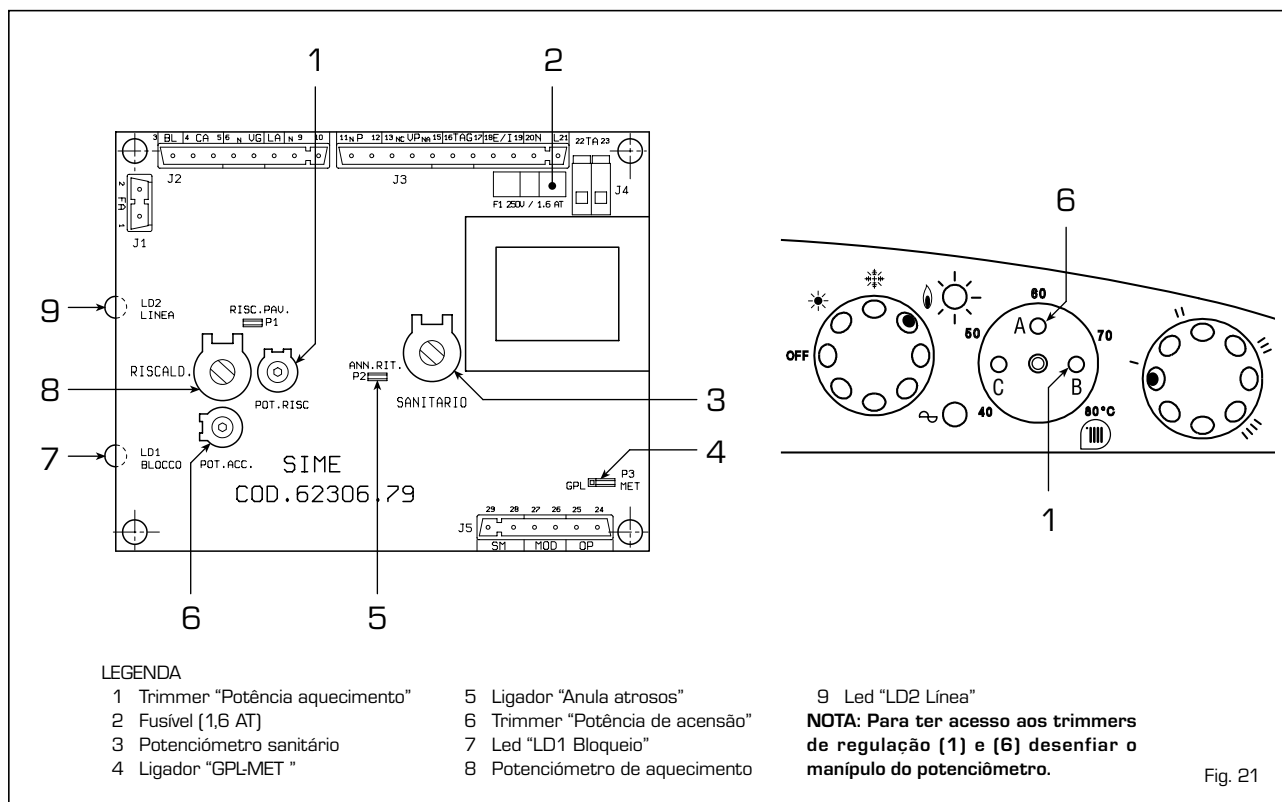

Fig. 21
A potência do aquecimento pode ser seleccionada segundo as exigências da instalação utilizando o trimmer (1 fig. 21). Ao início de cada ciclo de trabalho, depois do período de lenta ascensão, que dura uns 5 segundos, a caldeira trabalha á potência de aquecimento seleccionada.
A placa electrónica está equipada com leds de controle que assinalam um irregular e/ou não correcto funcionamento do aparelho. Os leds estão colocados na placa como indica a fig. 21 e diferenciam-se da seguinte forma:
- Trimmer “POT. RISC.” (1 fig. 21)
- **Trimmer "POT. ACC."** [6 fig. 21]
- **Ligador "GPL-MET"** [4 fig. 21]
- **Ligador "ANN. RIT."** [5 fig. 21]